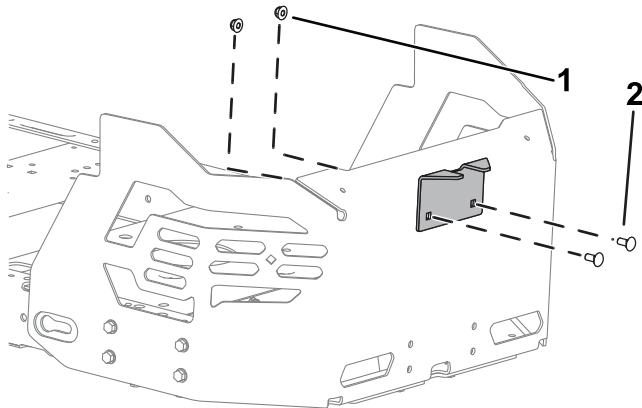

Figura 14
2. Instale el soporte del estabilizador en el protector del motor usando dos pernos de cuello cuadrado (5/16" x 3/4") y 2 contratuercas (5/16"), según se muestra en Figura 14.